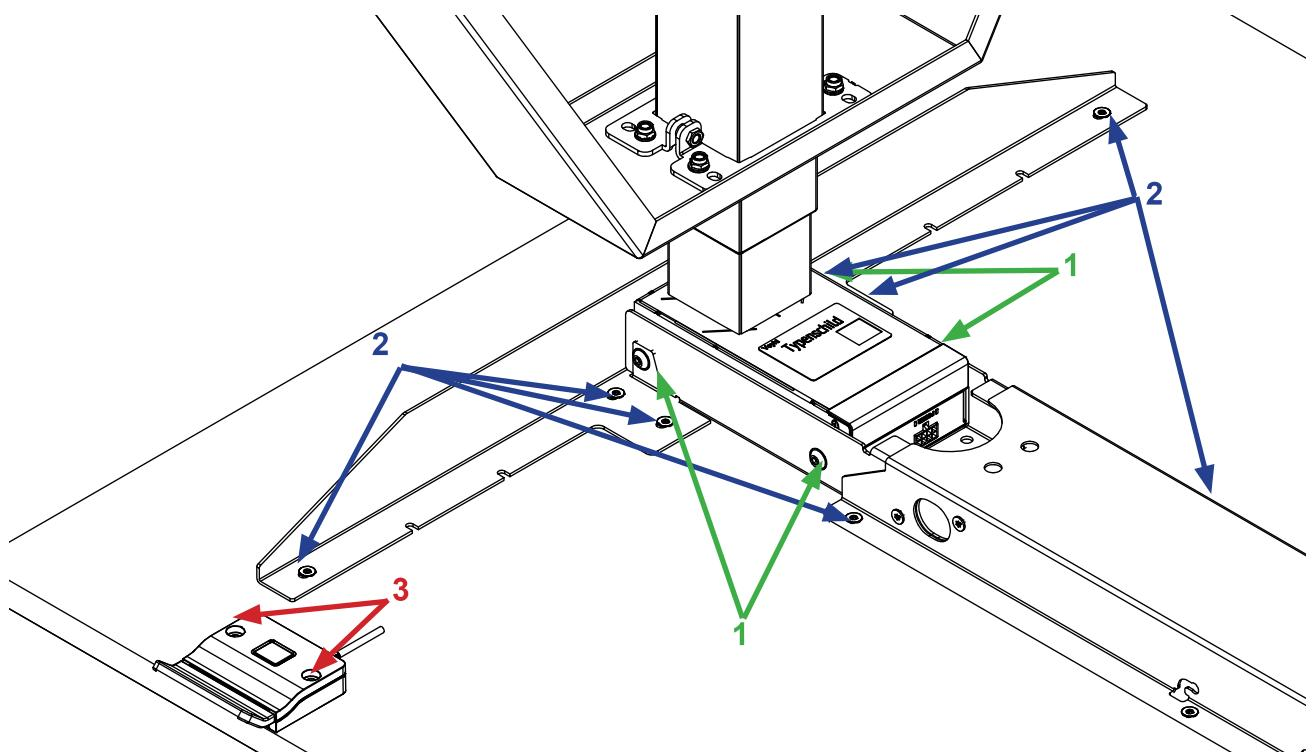

Abbildung 2: Detail - Verbindungen
- Legen Sie jeweils einen Plattenträger unter eine der Hubsäulen, wie in Abbildung 2 zu sehen ist.
- Schieben Sie jeweils eine der Traversen zwischen die Hubsäule und den Plattenträger, wie in Abbildung 2 zu sehen ist.
- Befestigen Sie den Plattenträger, die Hubsäule und die Traverse mit den mitgelieferten M6x16-Schrauben aneinander. Sehen Sie Abbildung 2, Nummern 1.
10. Befestigen Sie das Tischplatte mit den mitgelieferten Schrauben am Tischgestell. Verwenden Sie ausschließlich diese Schrauben, um Beschädigungen der Tischplatte zu vermeiden. Sehen Sie Abbildung 2, Nummern 2.
11. Befestigen Sie den Handschalter mit den mitgelieferten Schrauben an der Tischplatte. Verwenden Sie auch hier ausschließlich die angegebenen Schrauben, um Schäden am Handschalter oder der Tischplatte zu vermeiden. Sehen Sie Abbildung 2, Nummern 3.